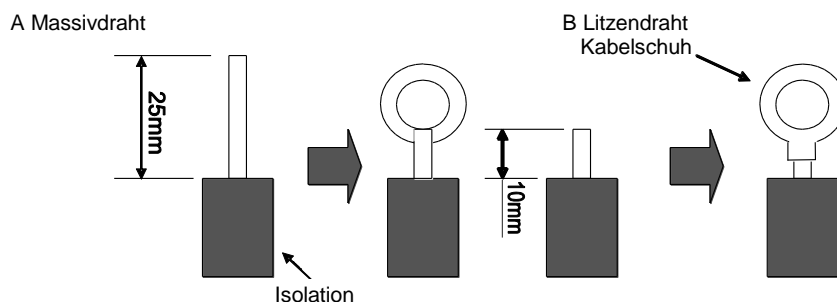

Abb. 35
1. Für Massivdraht (Abb. 35)
2. Für Litzendraht (Abb. 35)